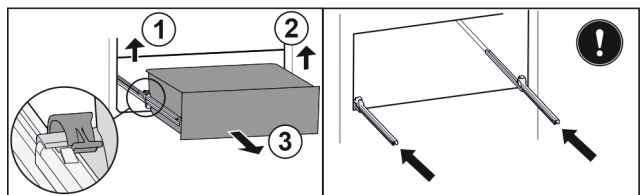

Fig. 147
- ▶ Підняти лівий затискач і одночасно висувний ящик ліворуч потягнути вперед. Fig. 147 (1)
- ▶ Підняти правий затискач і одночасно висувний ящик праворуч потягнути вперед. Fig. 147 (2)
- ▶ Вийняти висувний ящик рухом вперед. Fig. 147 (3)